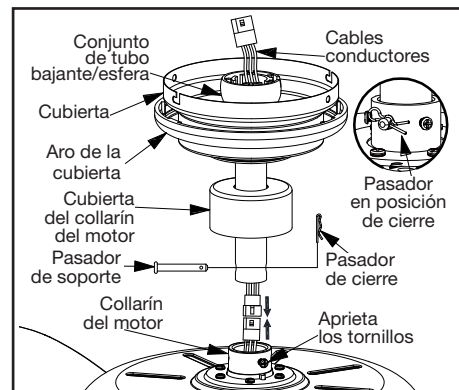

Figura 13
4. Coloca el tubo bajante sobre la cubierta y el aro de la cubierta, desliza la cubierta del collarín del motor sobre el tubo bajante. Conecta los cables de extensión a los cables del motor. Asegúrate de que los conectores rápidos estén bien sujetos. Inserta los cables a través del conjunto del tubo bajante/esfera. (Figura 13)
6. Alinea los orificios en la parte inferior del tubo bajante con aquellos del collarín en la parte superior de la carcasa de motor. (Figura 13)
7. Inserta con cuidado el pasador de soporte a través de los orificios del collarín y del tubo bajante. Ten cuidado de no apretar contra el cableado dentro del tubo bajante. Inserta el pasador de cierre en el orificio cercano al extremo del perno hasta que encaje en su posición, como se muestra en el círculo de la Figura 13.